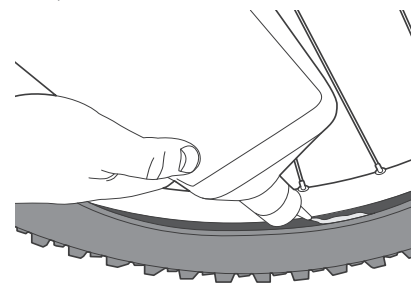

Figura 20: Despeje vedante na seção aberta do pneu.
3. Despeje o vedante na seção aberta do pneu (Figura 20). Consulte o recipiente do selante para obter a quantidade recomendada.